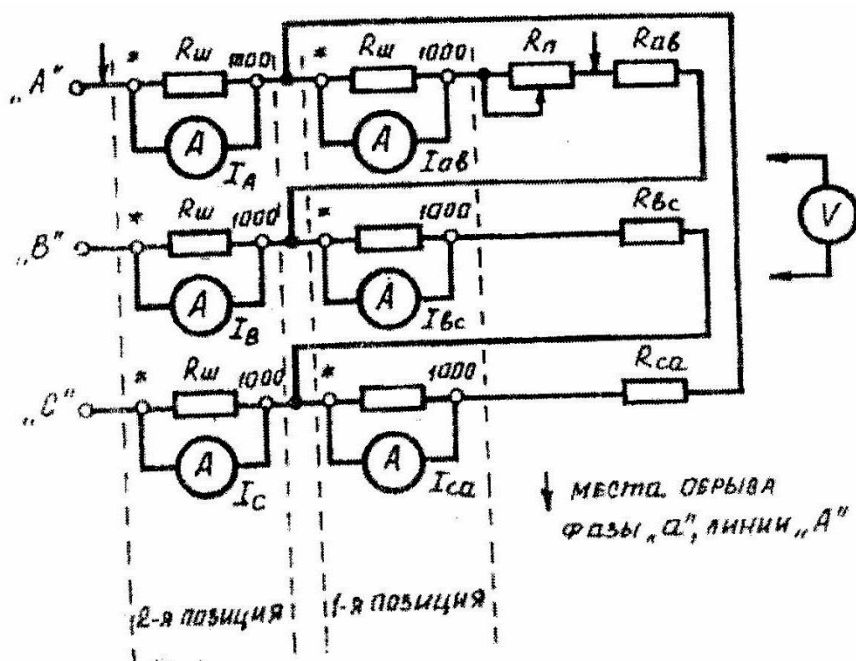

Рис.5.1. Схема сборки трехпроводной цепи при соединении фаз резисторного приемника треугольником
1.1. Собрать на стенде «Уралочка» схему трехпроводной цепи согласно рис.5.1 с включением мультиметров ВР-11 в качестве амперметров по 1-й позиции. Их показания определяют фазные токи приемника  $I_{ab}$ ,  $I_{bc}$ ,  $I_{ca}$ . Нагрузку в фазах следует брать:
1.3.Собрать схему трехпроводной цепи с включением амперметров по 2-й позиции (см. рис.5.1). Их показания определяют линейные токи  $I_A, I_B, I_C$ .